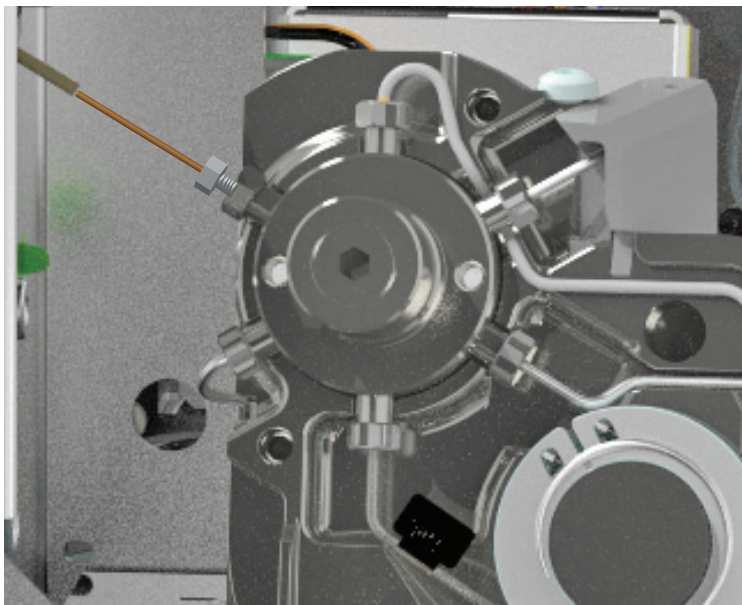

图 7. 阀盖已拆下的 3/16 英寸内部异径管。
- 7 拧松内部异径管中的 3/16 英寸螺母 (图 7)。(使用 1/4 英寸扳手稳定阀接头。)